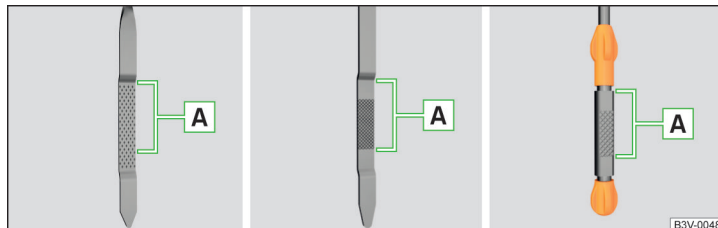

Fig. 325 Variante de joje de ulei
Nivelul de ulei trebuie să se situeze în zona **A** » fig. 325. Dacă nivelul de ulei este sub zona **A**, completați ulei.
- Nivelul uleiului nu trebuie să fie în niciun caz în afara zonei **A** » fig. 325 - în caz contrar există pericolul deteriorării motorului, precum și a instalației de evacuare a gazelor arse.